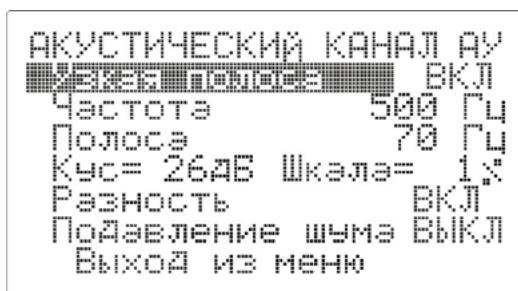

Рисунок 11 – Стока меню «Узкая полоса»
4.8.2.2 Стока меню «Узкая полоса» в режиме «Вкл» (рис. 11).